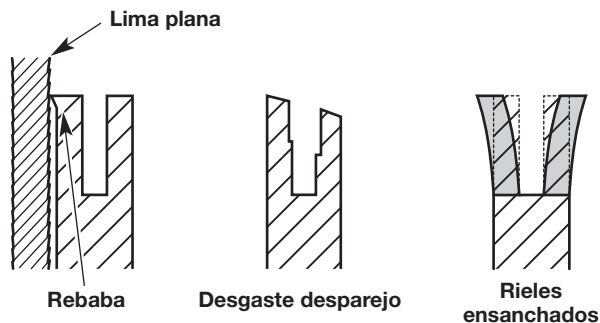

Fig. 30
3. Controle frecuentemente si hay daño en la barra de guía (Fig. 30). El biselado y desbarbado de los carriles de la barra de guía (los rebordes a ambos lados de la canaleta de la barra) es un proceso normal del desgaste de la barra. Estas fallas deben corregirse con una lima tan pronto ocurren (Fig. 30). Una barra de guía con las fallas siguientes debe ser reemplazada: